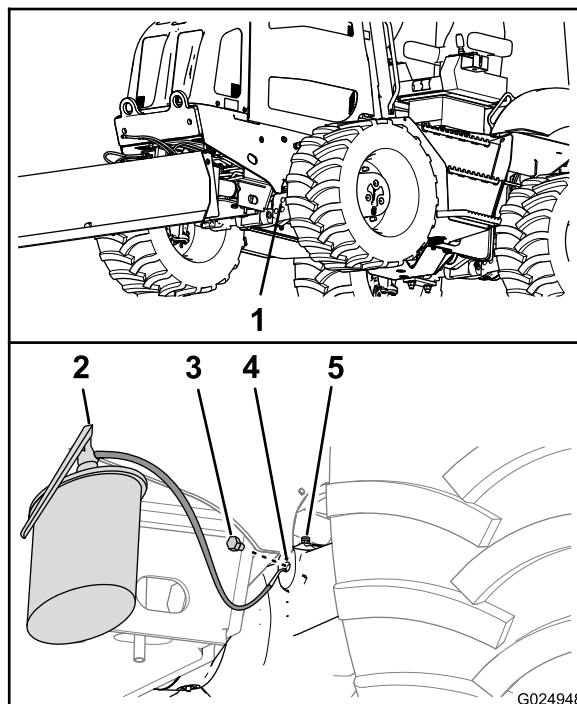
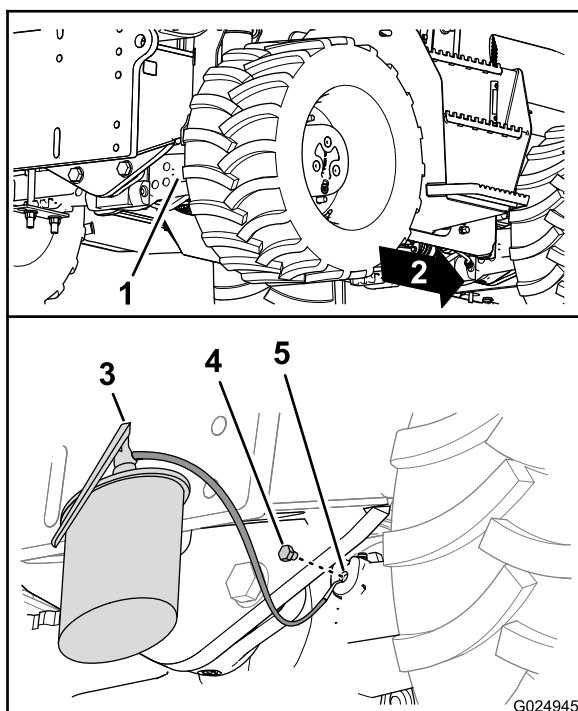

Figura 90
Figura 91
5. Montate i tappi di spurgo nei fori di spurgo sugli alloggiamenti del pignone (Figura 90 e Figura 91).
6. Rabboccate gli assali con l'olio specificato attraverso il foro spia e controllate che il livello dell'olio raggiunga la base della filettatura del foro (Figura 90 e Figura 91).
8. Montate i tappi di riempimento nei fori spia degli alloggiamenti del pignone dell'assale per gli assali (Figura 90 e Figura 91).